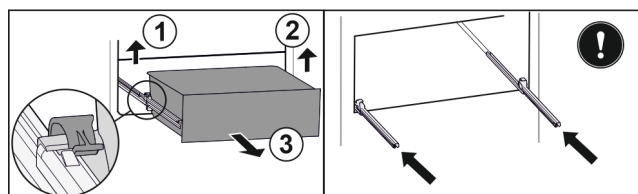

Fig. 137
- ▶ Løft den venstre klemme, og træk samtidigt skuffen i venstre side fremad. Fig. 137 (1)
- ▶ Løft den højre klemme, og træk samtidigt skuffen i højre side fremad. Fig. 137 (2)
- ▶ Tag skuffen ud fremefter. Fig. 137 (3)